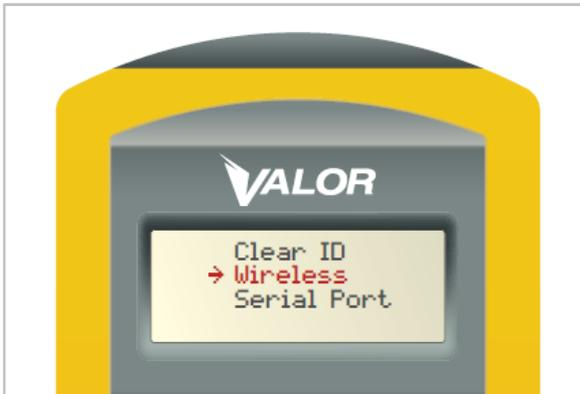

Figura 13
5. En el submenú “Clear ID”, coloque la flecha del cursor en la posición → “Wireless”. (Figura 13)